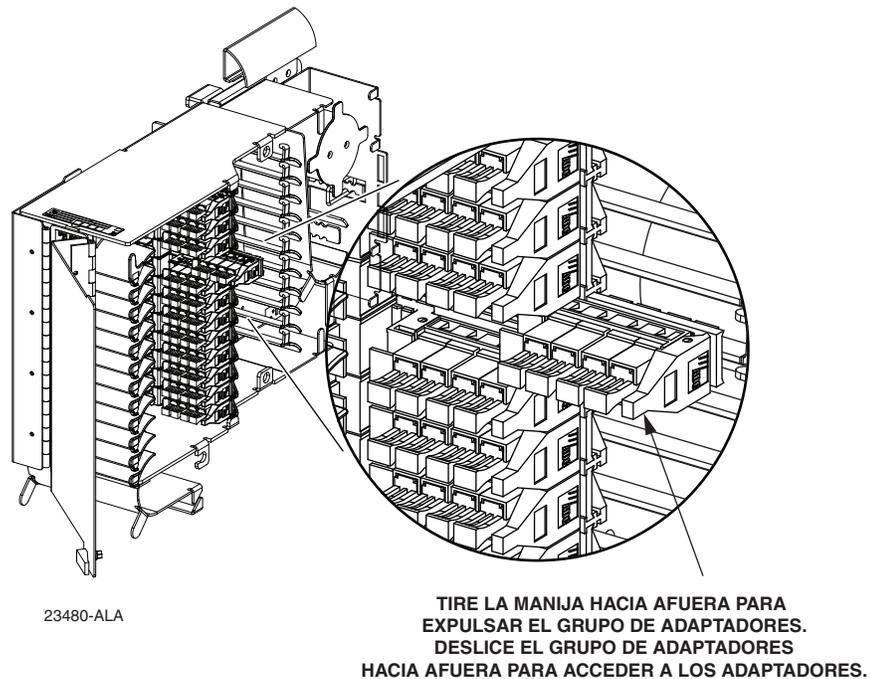

Figura 27. Acceso a los Grupos de Adaptadores en el BTF
6. Deslice el grupo de adaptadores hacia afuera para proporcionar acceso a la parte posterior de los adaptadores como se muestra en Figura 27.